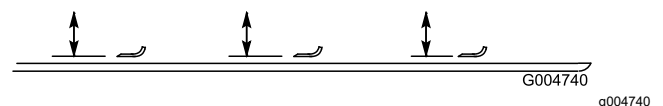

Figure 142
4. Tournez la lame dans le sens longitudinal et mesurez la distance entre l'intérieur de l'unité de coupe et le tranchant à l'avant de la lame (Figure 142).